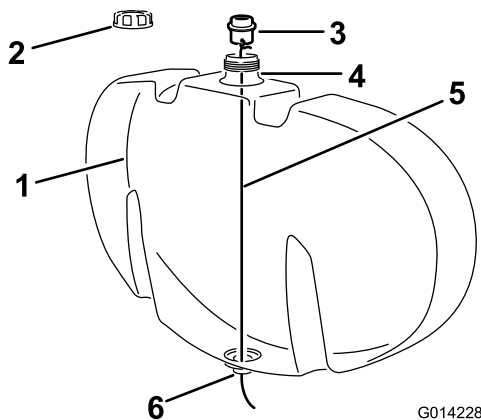

Bild 2
- B. Befestigen Sie einen Draht, der länger als die Höhe des Behälters ist, an einem der Befestigungsgabellöcher im Schott-Anschlussstück (Bild 2).
- C. Entfernen Sie die Deckel des Einfüllstutzens am Spülbehälter (Bild 2).
- D. Führen Sie den Draht durch die Öffnung im Behälterfüllloch und verlegen ihn durch das offene Loch unten am Behälter (Bild 2).